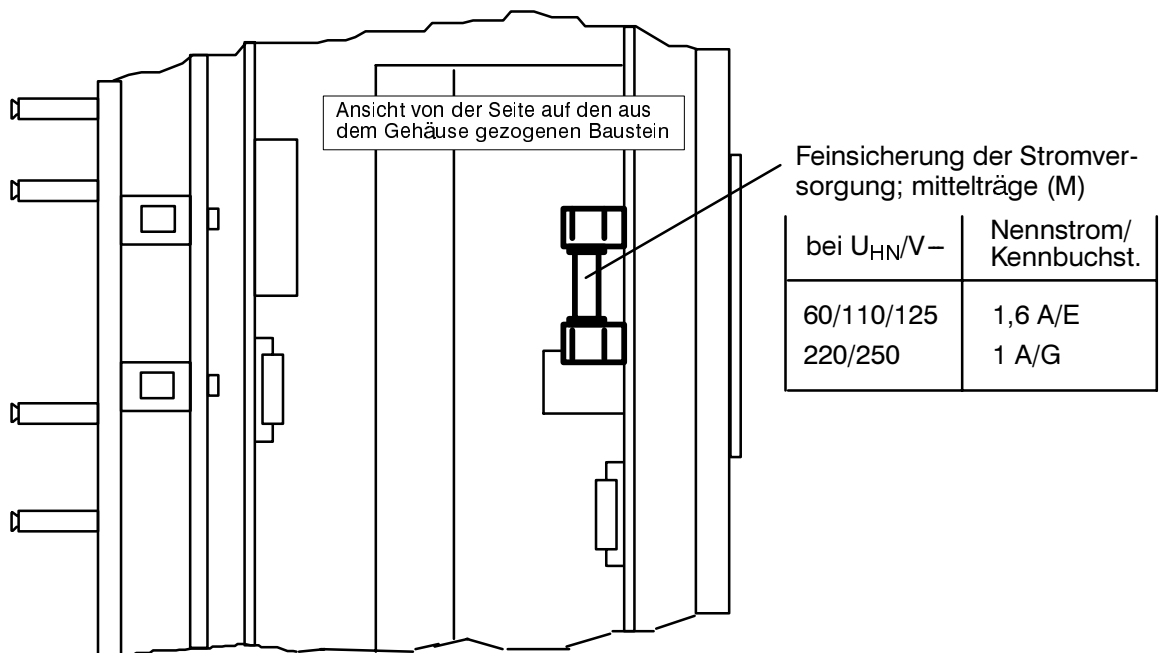

Bild 7.1 Feinsicherung der Stromversorgung
- Ist der Schmelzeinsatz im Stromversorgungsteil der Baugruppe unversehrt (siehe Bild 7.1)? Gegebenenfalls Feinsicherung gemäß Abschnitt 7.2.1 ersetzen.
- Ersatzsicherung 5 × 20 mm nach Bild 7.1 bereitlegen. Auf richtigen Nennwert, richtige Trägheit (M) und richtigen Kennbuchstaben achten.
- Defekte Sicherung auf der Stromversorgungsplatine aus der Halterung entfernen (Bild 7.1).
- Neue Sicherung nach Bild 7.1 in die Halterung einsetzen.